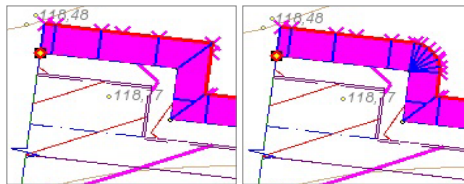

Рис. 6.27
- Параметр **Скругление в углах** можно отключить, если требуется сопрячь откосы на внешних углах площадки без скругления по низу откосов. Сравните результаты построения с разными настройками данного параметра (рис. 6.27).